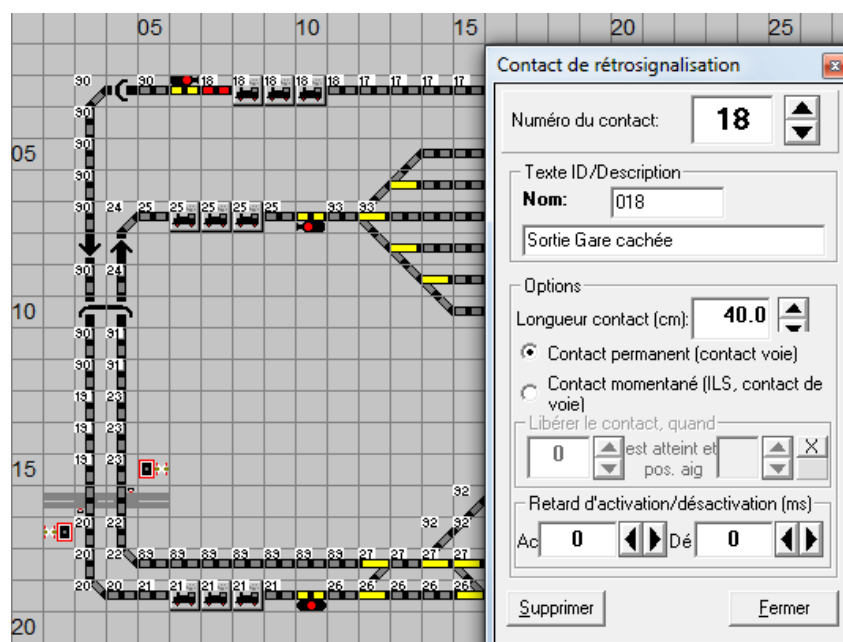

Fig. 5.67 La longueur de contact d'un contact de rétrosignalisation
La Fig. 5.67 présente la section d'arrêt devant le signal de sortie 1 de la gare cachée du projet Démo. Une longueur de 40 cm a été mesurée pour le contact (18) correspondant à cette section et saisie ici.
La description de l'étiquette suivi de train ainsi qu'un nom sans équivoque doivent être absolument saisis ici. Dans l'exemple présenté dans la Fig. 5.67, le texte "018", qui correspond au numéro du contact de rétrosignalisation, a été saisi comme nom pour l'étiquette suivi de train, et le texte "Sortie gare cachée" pour la description.